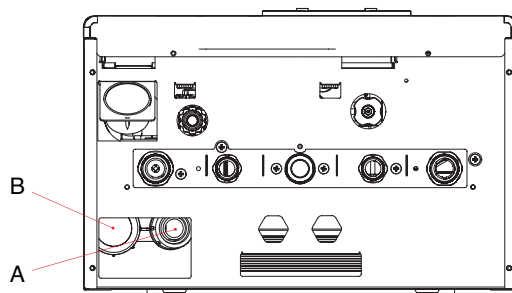

fig. 15
Il sistema di scarico della condensa deve essere collegato all'apposito collegamento (A) predisposto in caldaia (vedi fig. 15).